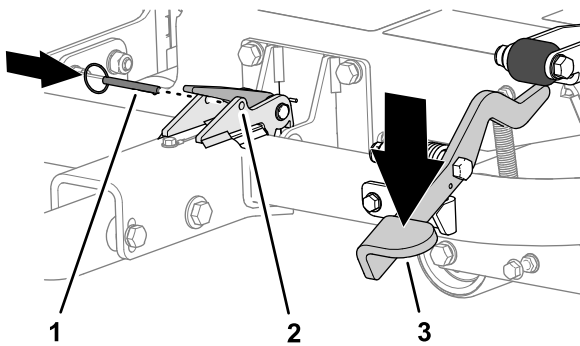

Figura 20
3. Premete il pedale dell'attacco in modo che l'attacco si blocchi in posizione (Figura 20).